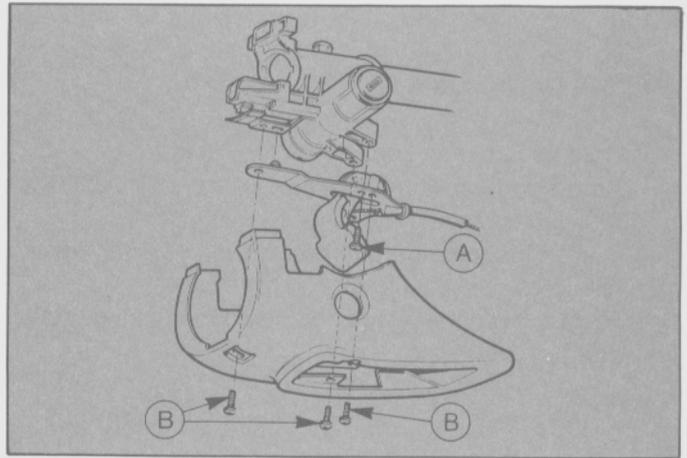

Fig. 333 - Palanca de desenganche del capó y cobertura de la columna de dirección.
- Retirar el tornillo que sujeta el cable/soporte a la columna de dirección (Fig. 333).